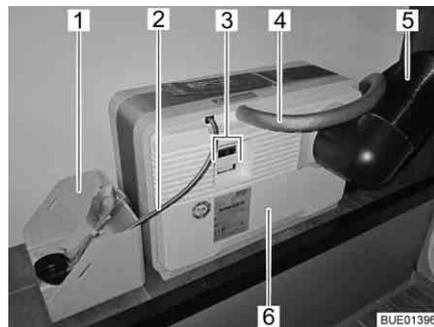
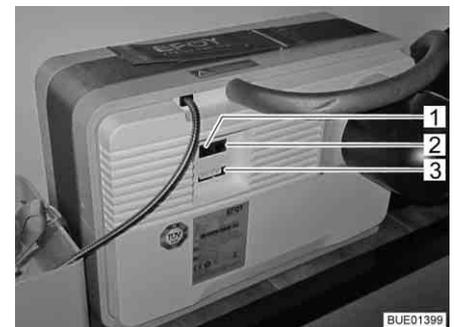

Fig. 119 Pila de combustión con cartucho de metanol
Fig. 120 Campo de conexiones de la pila de combustión
La pila de combustión se compone de varios componentes que están instalados en el compartimento de almacenamiento trasero (Fig. 119), así como de una unidad de mando (Fig. 121) en el habitáculo.
En la pila de combustión (Fig. 119,6) se encuentran:
- la conexión para la manguera de aire de escape (Fig. 119,4) o la abertura de llenado para el Service Fluid (fluido de servicio)
- el tubo de calor de escape (Fig. 119,5)
- las conexiones eléctricas (Fig. 119,3) con interfaz de datos (Fig. 120,2), conexión del aparato (Fig. 120,3) y conexión para el panel de mando (Fig. 120,1)
A la pila de combustión pertenece un cartucho de metanol que está conectado a la pila de combustión (Fig. 119,6) a través de la conexión para el reabastecimiento (Fig. 119,2).
El cartucho de metanol está amarrado en el portador de cartucho de metanol (Fig. 119,1).